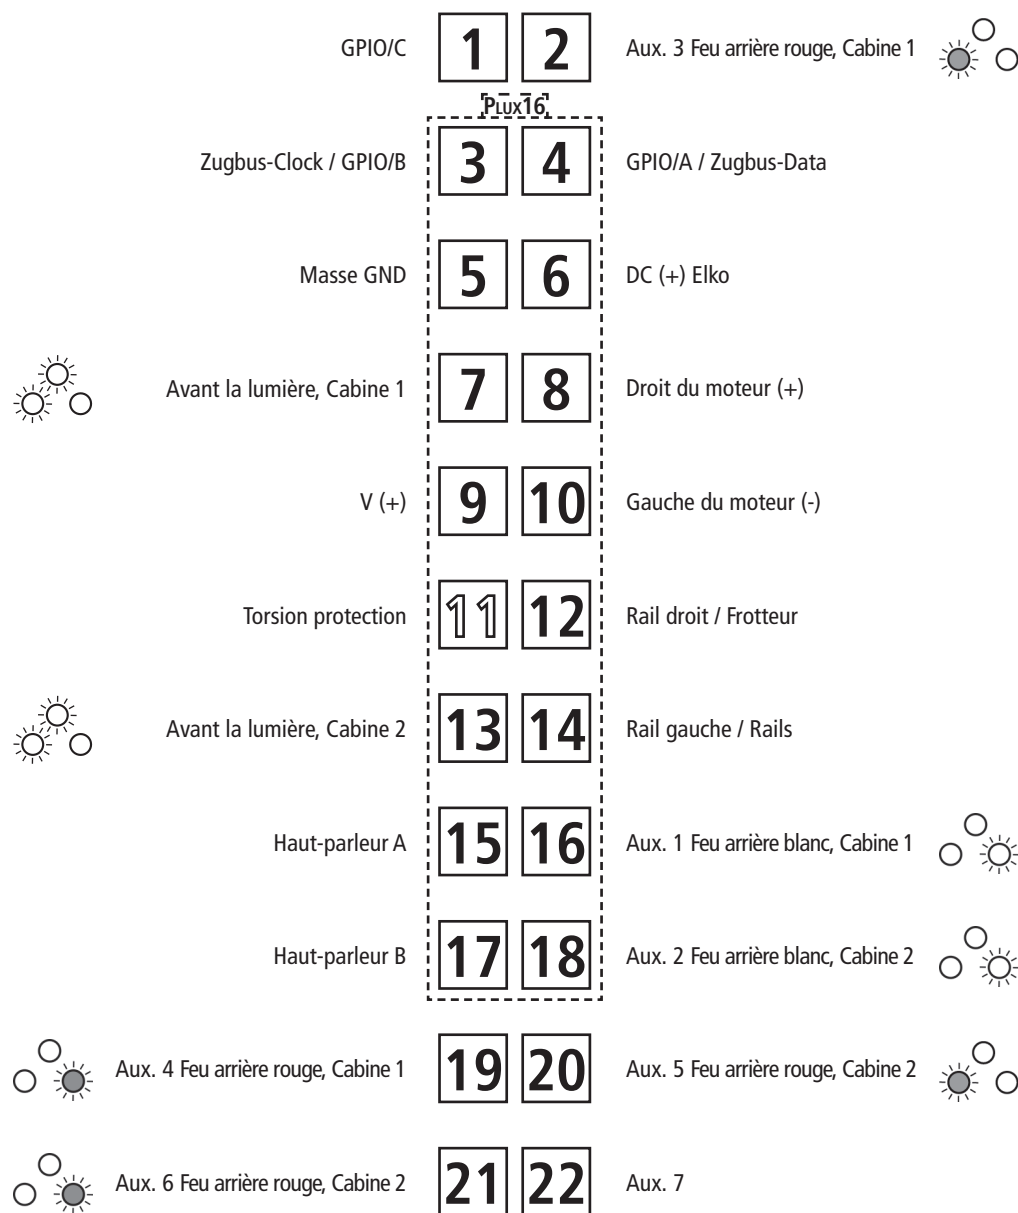
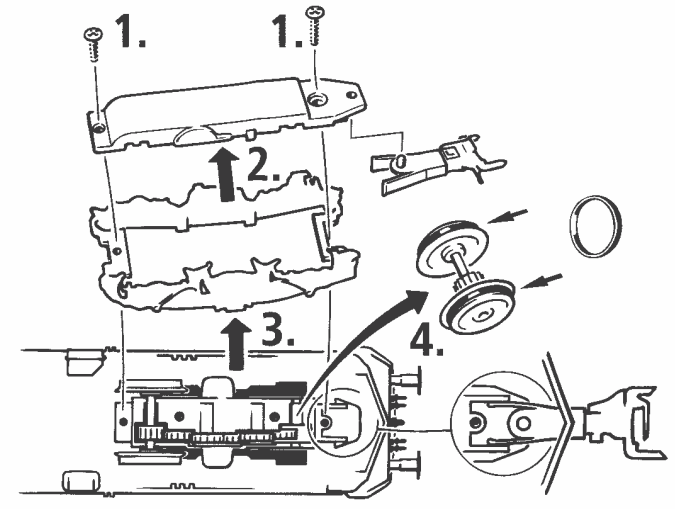
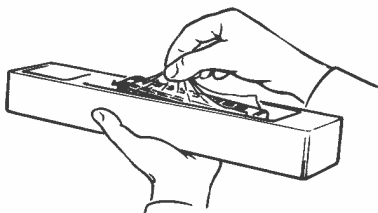

Fig. 6
Fig. 7
Fig. 3
2. Schmierung: Versehen Sie die im Schmierplan in Fig. 6 gekennzeichneten Stellen mit nur **kleinen Öltropfen**. Dazu zuerst das Lokgehäuse abnehmen (Fig. 3). Wir empfehlen den **ROCO Öler Art.-Nr. 10906**. Fürs Schmieren der Getriebeteile (Zahnräder, Schnecke) empfehlen wir das **ROCO-Spezialfett Art.-Nr. 10905**. Im Falle der Schmierung diese Teile **nicht ölen**.
Mehrzugbetrieb: Zuerst Lokgehäuse abnehmen (Fig. 3). Danach den Brückenstecker aus der Schnittstelle entfernen (diesen sorgsam aufbewahren). Danach den Stecker des Steuerbausteins lagerichtig einsetzen (siehe Fig. 5).
4. Motorwechsel: Lokgehäuse abnehmen (Fig. 3). Danach wird der Motor ausgebaut und ausgetauscht (Fig. 7).
2. Lubrication: Apply **tiny oil drops** to spots marked in fig. 6. Prior to lubrication dismantle locomotive (fig. 3). We recommend using item no. **10906, Roco oiler**. For lubrication the gearparts (e.g. cogwheels, worm) we should recommend our Roco **special grease** (item no. **10905**).
4. Motor Changing: First remove loco body (fig. 3), and then the motor (fig. 7).
2. Graissage: N'appliquez **qu'une toute petite goutte** aux endroits indiqués par le plan de graissage (fig. 6) après avoir démonté la caisse de la locomotive (fig. 3). Nous vous recommandons **le graisseur à huile Roco réf. 10906**. Pour graisser les engrenages (roues dentées, vis sans fin) nous vous conseillons la **graisse spéciale Roco réf. 10905** pour engrenages en matières synthétiques. Lorsque vous utilisez cette graisse il faut éviter d'huiler ces composants.
4. Remplacement du moteur: Démontez la caisse (voir fig. 3). Démontez ensuite le moteur (fig. 7).
1. siehe see voir } Fig. 3